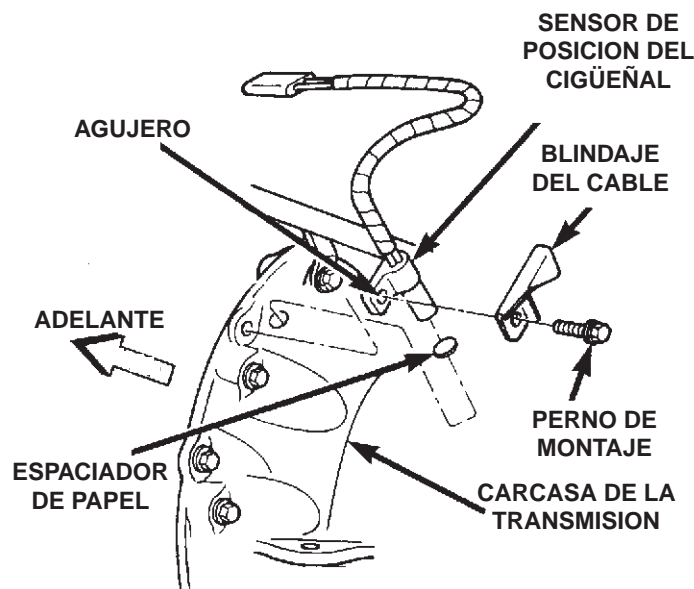

Fig. 29 Sensor CKP del motor de 6 cilindros de 4.0 L
El sensor de posición del cigüeñal (CKP) está montado en la carcasa en forma de campana de la transmisión en el lado izquierdo y posterior del bloque del motor (Fig. 29). El sensor es ajustable y se fija con un perno. El sensor tiene fijo un blindaje encauzador para el cable (Fig. 29).
(1) Sensores nuevos: Cerciórese de que el espaciador de papel está instalado en la parte inferior del sensor. Si no lo tiene, obtenga el espaciador PN05252229.
(2) Sensores usados: limpie la parte inferior e instale el espaciador PN05252229
(3) Instale el sensor en el agujero de la carcasa en forma de campana de la transmisión.
(4) Póngale el blindaje del cable al sensor (fig. 29).
(5) Empuje el sensor contra el volante y placa de impulsión. Con el sensor empujado contra el volante y placa de impulsión, apriete el perno de montaje a 7 N•m (60 lb-pulg).
(6) Encause el arnés de alambrado del sensor dentro del blindaje para el cable.
(7) Conecte el conector eléctrico del arnés de cola de cochino del sensor al arnés de alambrado principal.